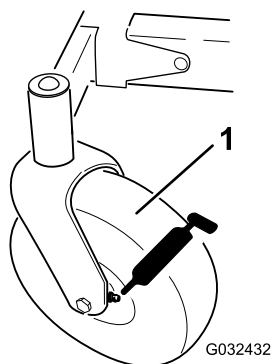

Figura 38
3. Curățați fittingurile lubrificate (Figura 38) cu o lavetă.
4. Conectați un pistol de lubrifiere la fiecare fitting (Figura 38).